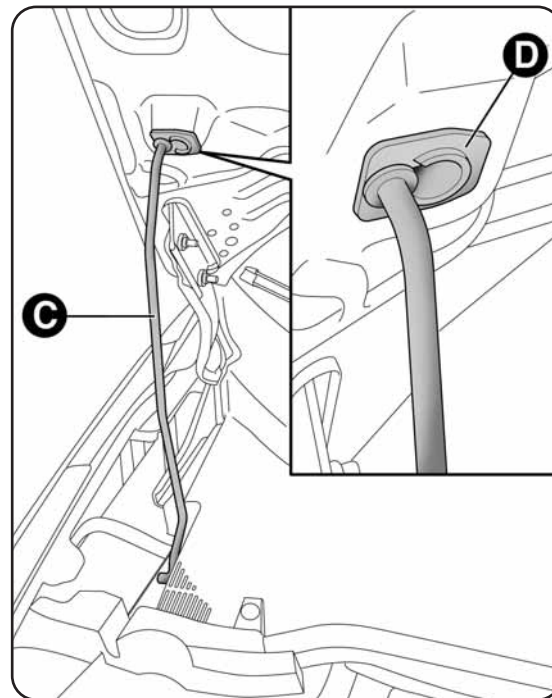

fig. 67
- soulever le capot tout en libérant la béquille de soutien C-fig. 67 de son dispositif de blocage, puis introduire l'extrémité dans le logement D.
- maintenir le capot soulevé d'une main et, de l'autre, enlever la béquille C-fig. 67 du logement D, puis la réintroduire dans le dispositif de blocage ad hoc;